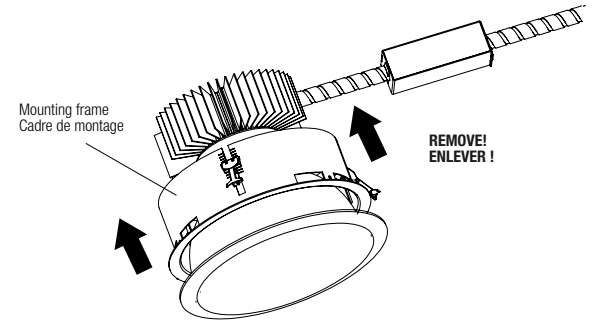

Figure 3
1. Remove the mounting frame (Fig. 3).
1. Enlever le cadre de montage (Fig. 3).